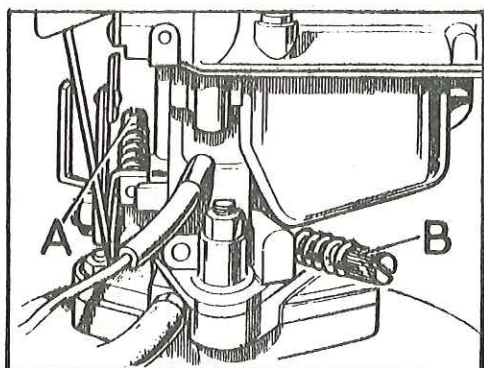

Fig. L2-13 Ajuste de ralentí del carburador
- 5.2. Ajustar el tornillo-tope, A (Fig. L2-13), del acelerador hasta conseguir una velocidad de ralentí de 750 a 800 r.p.m.